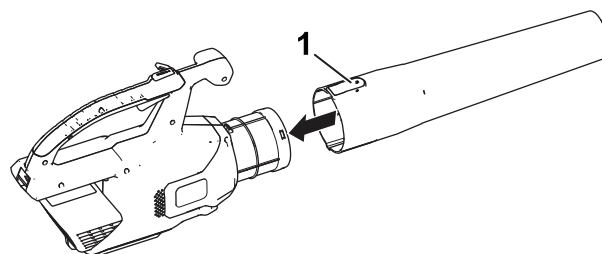

Figura 2
1. Fate scorrere il tubo del soffiatore sul relativo alloggiamento. Potrebbe essere necessario spingere l'aletta perché il tubo del soffiatore si blocchi in posizione (Figura 2).